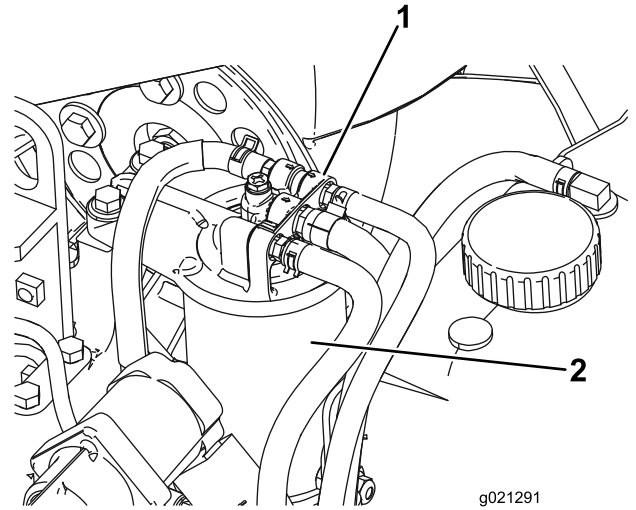

Figura 87
1. Pulite l'area attorno alla testa del filtro del carburante (Figura 87).
2. Rimuovete il filtro e pulite la superficie di montaggio della testa del filtro (Figura 87).